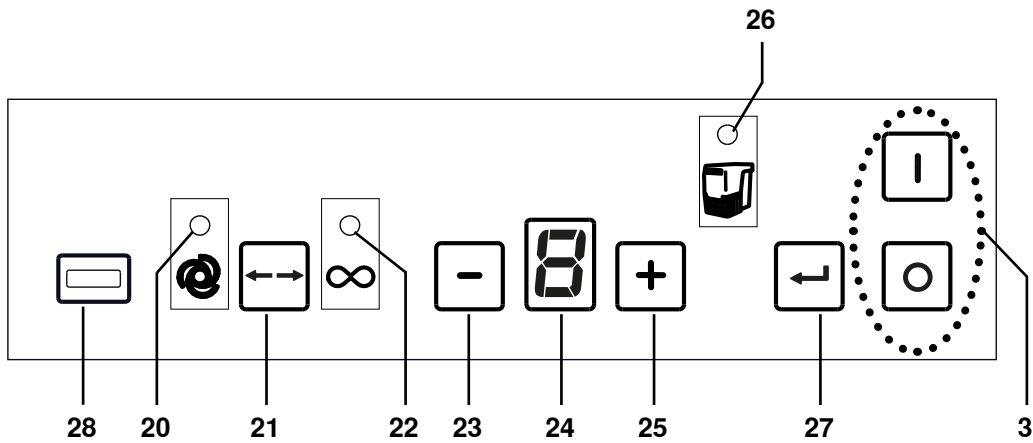

图 2
- ⇒ 按开关关掉机器（3, 图2）。
吸尘机是由控制面板上的按键控制的（图2）。